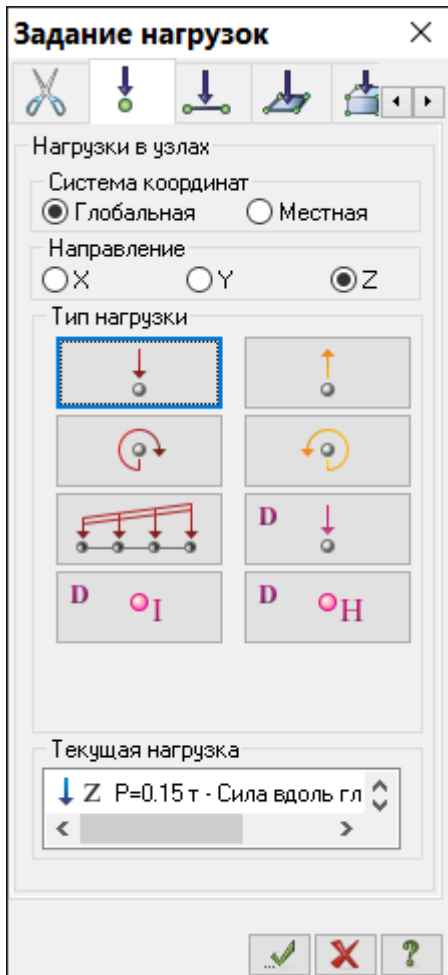

Рис.8.16. Диалоговое окно **Задание нагрузок**
- Вызовите диалоговое окно **Задание нагрузок** (рис.8.16) выбрав команду  – **Нагрузка на узлы** в раскрывающемся списке **Нагрузки на узлы и элементы** (панель **Нагрузки** на вкладке **Создание и редактирование**).